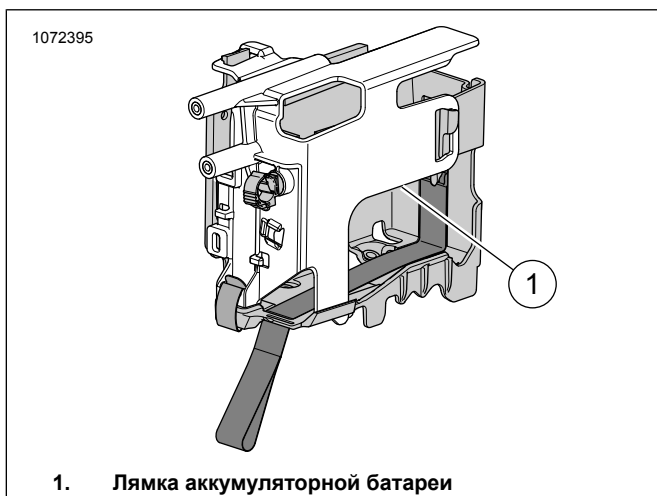

Рисунок 19. Расположение лямки аккумуляторной батареи
6. См. Рисунок 19. Снимите лямку аккумуляторной батареи (1). См. руководство по техническому обслуживанию.
13. См. Рисунок 19. Установите новую лямку аккумуляторной батареи.